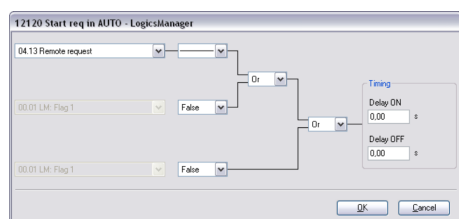

Abb. 257: LogicsManager-Funktion „Startanf. in AUTO“
3. Konfigurieren Sie die LogicsManager-Funktion „Startanf. in AUTO“ (siehe Abb. 257).